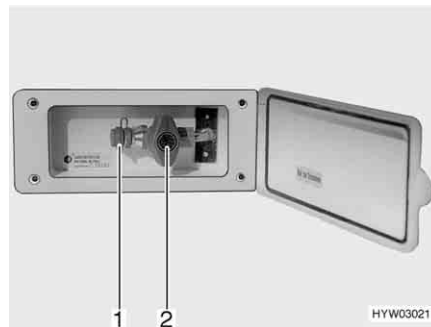

Fig. 159 Ligação exterior do gás, torneira de segurança do gás fechada
Dependendo do modelo, a ligação exterior do gás (Fig. 159) encontra-se na parte traseira ou no lado esquerdo ou direito do veículo.
- Ligue o aparelho externo a gás no ponto de ligação (Fig. 159,1).
- Abra a torneira de segurança do gás (Fig. 159,2).